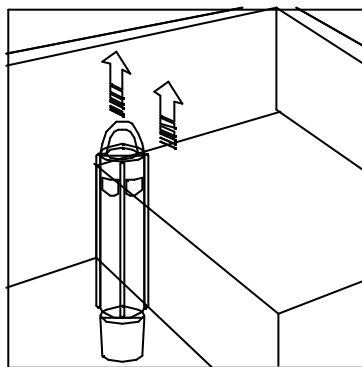
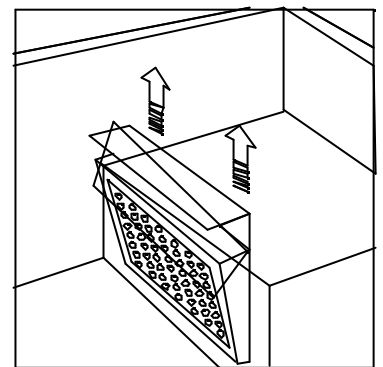

Fig. 15
Fig. 16
- Con la cuba vacía, extraer las cortinas y los filtros para limpiarlos adecuadamente (Fig. 15 y Fig. 16).